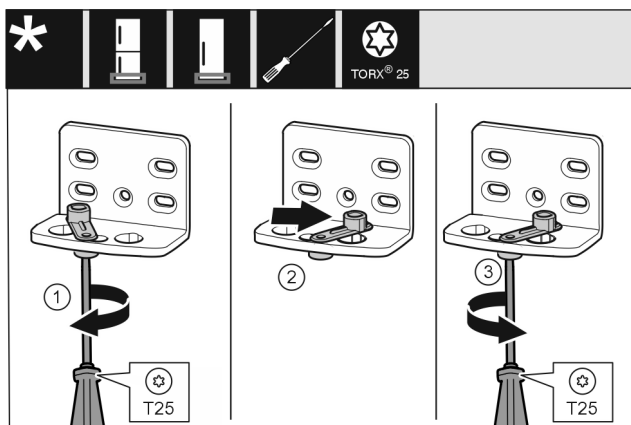

Fig. 17 *
- Allentare leggermente la vite Fig. 17 (1) con un cacciavite.*
- Sollevare l'ausilio di chiusura della porta Fig. 17 (2) e ruotarlo nel foro di 90° a destra.*
- Stringere la vite Fig. 17 (3) con un cacciavite.*